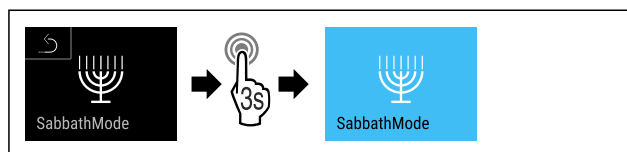

Fig. 13
- ▶ Stappen (zie Fig. 13) uitvoeren.